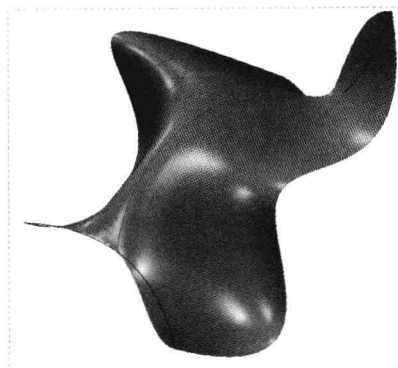

图 10-32 图形文件
Step 01 按【Ctrl+O】组合键，打开图形文件，如图 10-32 所示，在“功能区”选项板的“模型”选项卡中，单击“形状”面板中的“拉伸”按钮.